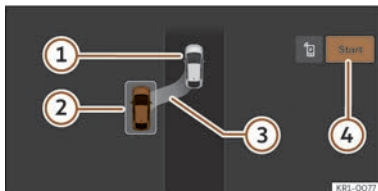
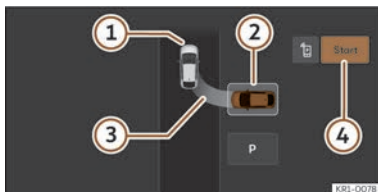

Fig. 137 Sul display del sistema infotainment: posizione per parcheggiare in linea.
Fig. 138 Sul display del sistema infotainment: posizione per parcheggiare a pettine.
>>> **fig. 137**, >>> **fig. 138**
- ① Proprio veicolo
- ② Spazio di parcheggio rilevato
- ③ Indicazione della manovra proposta per parcheggiare
- ④ Avviare la manovra di parcheggio
- Nella visualizzazione del display del quadro strumenti controllare se lo spazio è stato rilevato come “idoneo” ed è stata raggiunta la posizione corretta per parcheggiare >>> **fig. 137**, >>> **fig. 138**. Fermare il veicolo, seguire le istruzioni visualizzate nel sistema infotainment.
- Fermare il veicolo, premere il freno e, dopo una breve pausa, premere il tasto **Avvio** ④ sul sistema infotainment.